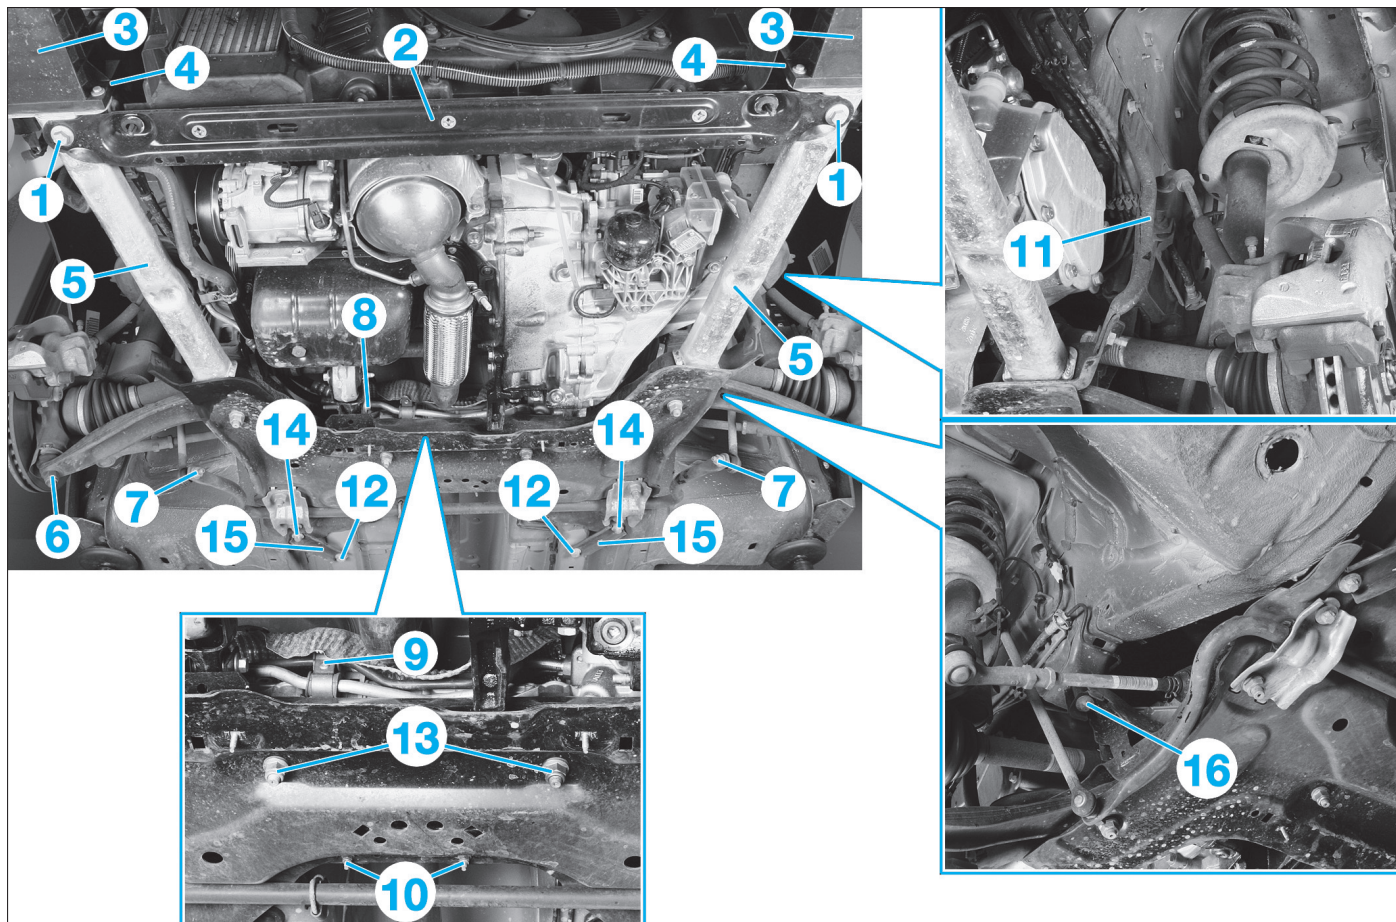

Fig. 12
- les vis (1) (Fig.12),
- les écrous des rotules de pivots (6) (Fig.12),